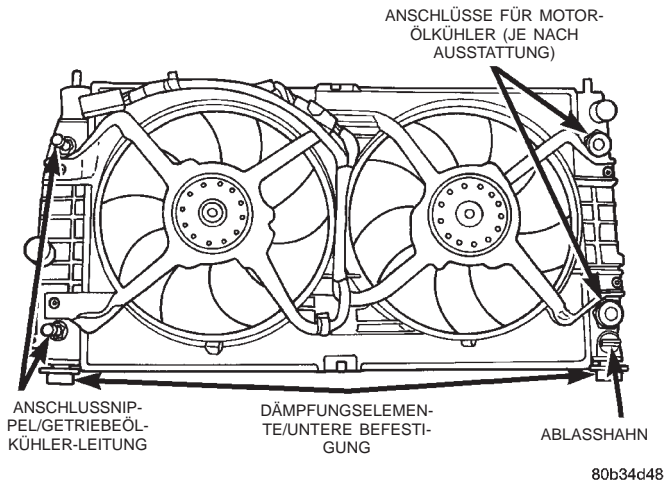

Abb. 18 Kühler—Aus- und Einbau
- (2) Das Kühlsystem entleeren. Näheres hierzu siehe Abschnitt **“Entleeren des Kühlsystems”**.
- (3) Den oberen Kühler-Querträger abbauen.
- (4) Die Schlauchklemmen lösen und die Kühlerschläuche am Kühler abziehen.
- (5) Die Schläuche des Automatikgetriebes am Getriebeölkühler abziehen und verschließen (Abb. 18).
(6) Die Leitungen am Motorölkühler abnehmen (je nach Ausstattung) (Abb. 18).
(1) Den Kühler in Einbaulage absenken; die unteren Gummi-Dämpfungselemente der Kühlerbaugruppe in die Befestigungsöffnungen im unteren Kühlerträger einsetzen (Abb. 18).